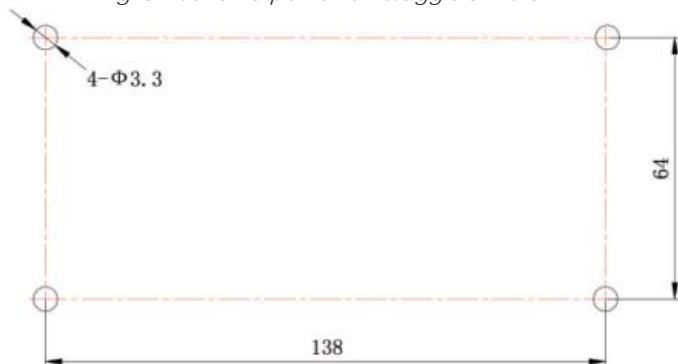

Fig. 3.10 Fori di installazione del coperchio posteriore della scatola elettrica
- Se il controller centralizzato è installato usando la scatola metallica fornita a corredo, praticare 4 fori per l'installazione, in base alla fig. 3.10.
4. Nella fase ①, estrarre il cavo di alimentazione e di comunicazione e farli passare separatamente dal foro del cablaggio del coperchio posteriore della scatola elettrica. Non far passare i cavi dallo stesso foro.
5. Nella fase ②, allineare il coperchio posteriore della scatola elettrica con i fori di installazione sulla parete con la vite ST4,2x16 FA.
6. Nella fase ③, estrarre i cavi che collegano il touch screen e il coperchio posteriore del controller. Riporre il touch screen in un luogo sicuro.
7. Nella fase ④, collegare i cavi di comunicazione ai terminali G1, G2 e collegare il cavo neutro e il cavo di tensione al terminale N, L; collegare i cavi di terra alla posizione  sul coperchio posteriore della scatola elettrica. Fissarli con la vite M4x12.
8. Nella fase ⑤, posizionare il coperchio posteriore del controller sul coperchio posteriore della scatola elettrica con la vite ST4,2x9,5 TC.
9. Nella fase ⑥, collegare i cavi tra il touch screen e il coperchio posteriore del controller.